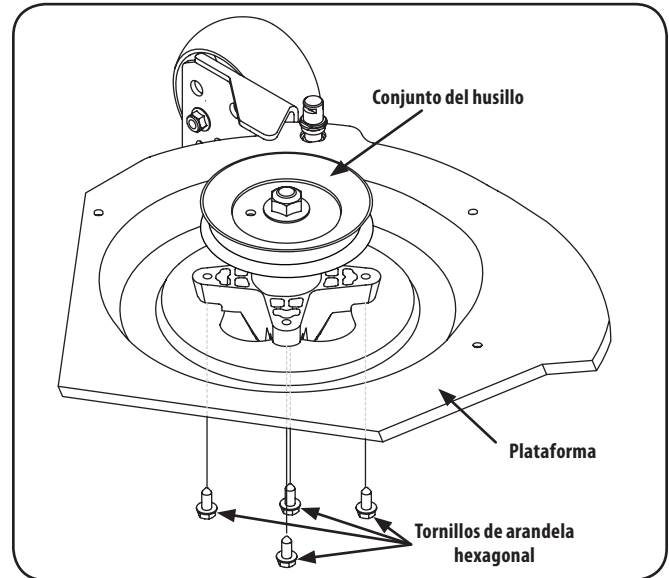

Figura 7-14
- Con una llave de cubo o trinquete de ½" saque los cuatro tornillos de tuerca hexagonal que sujetan el conjunto del husillo a la plataforma. Consulte la Figura 7-14.